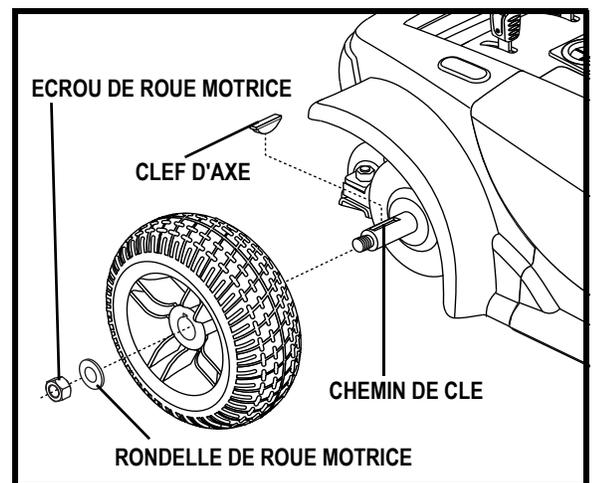

Figure 24. Roue de traction du Go-Chair
3. Retirez les écrous de la roue de traction. **Voir la figure 24.**